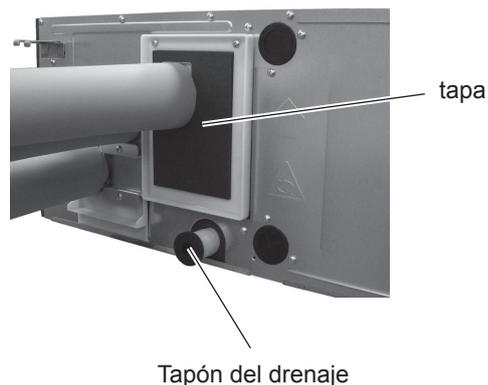

Fig. 1
2. Desmontar la tapa (bomba de drenaje). (Fig. 1)
3. Sacar el tapón y evacuar al agua de la cubeta de drenaje. (Fig. 1)